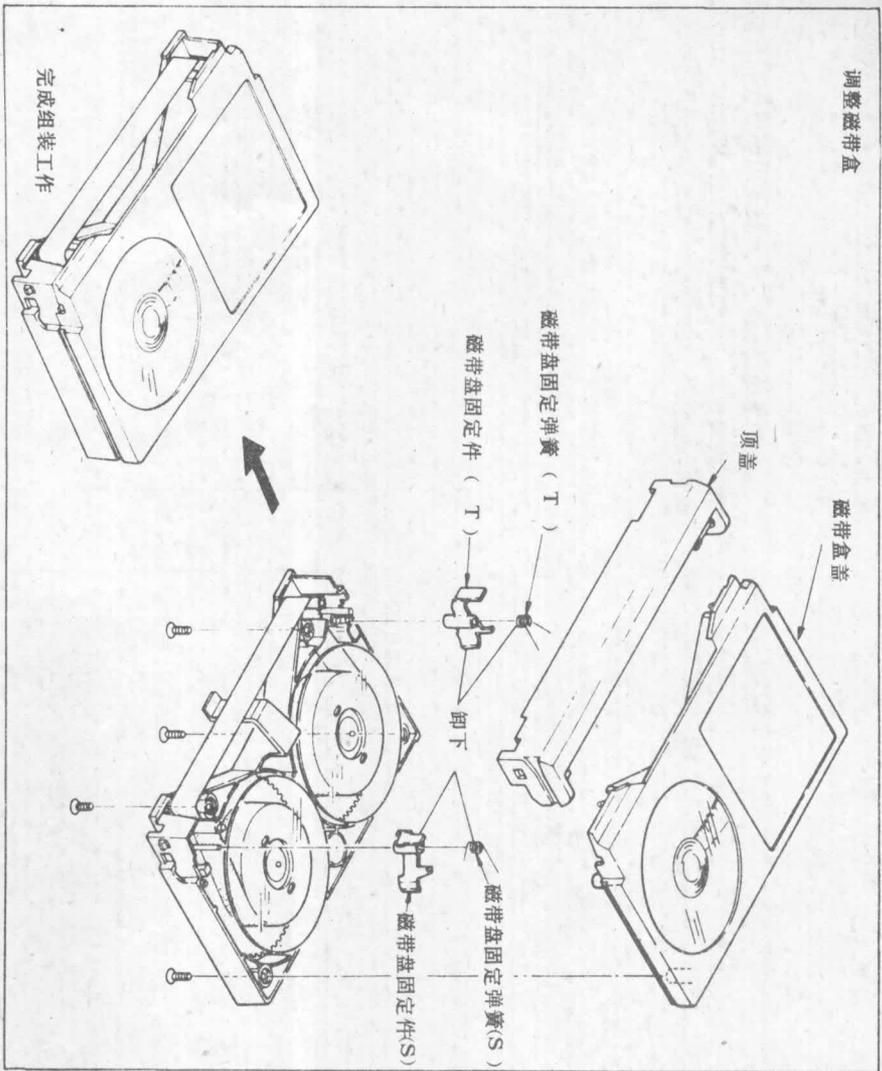

图 40 磁带支架调整
- 1) 校正调整磁带 KR5-2H 时，磁带盘的位置不要弄错。参看图 40 并拧下固定上盖及下盖用的 4 个螺钉。卸上上盖及顶盖。从上盖卸下顶盖及顶盖张力弹簧，卸下 2 个磁带盘固定弹簧 (T 及 S)。与 2 个磁带盘固定件 (T 及 S)。先组装上盖，确认是否与下盖完全吻合。用 4 个螺钉固定上下二盖。